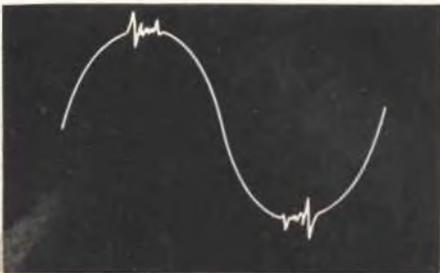

Fig. 7 - Oscillazione RF in un amplificatore audio.
*Ha fatto centro, caro signor D'Urso! La forma d'onda a 1000 Hz inviata (fig. 7) svela proprio l'origine del difetto. Si tratta di una oscillazione a frequenza altissima proveniente da uno stadio instabile che si sovrappone al segnale durante le creste dell'audio. Questo peraltro sarebbe amplificato in modo più che buono. Con tutta probabilità, il difetto si deve ad un cablaggio scadente. I transistori impiegati oggi nelle BF, sono Planari dotati di una frequenza di taglio pari a centinaia di MHz, quindi se non si effettuano circuiti stampati ottimi, il difetto diviene probabilis-*